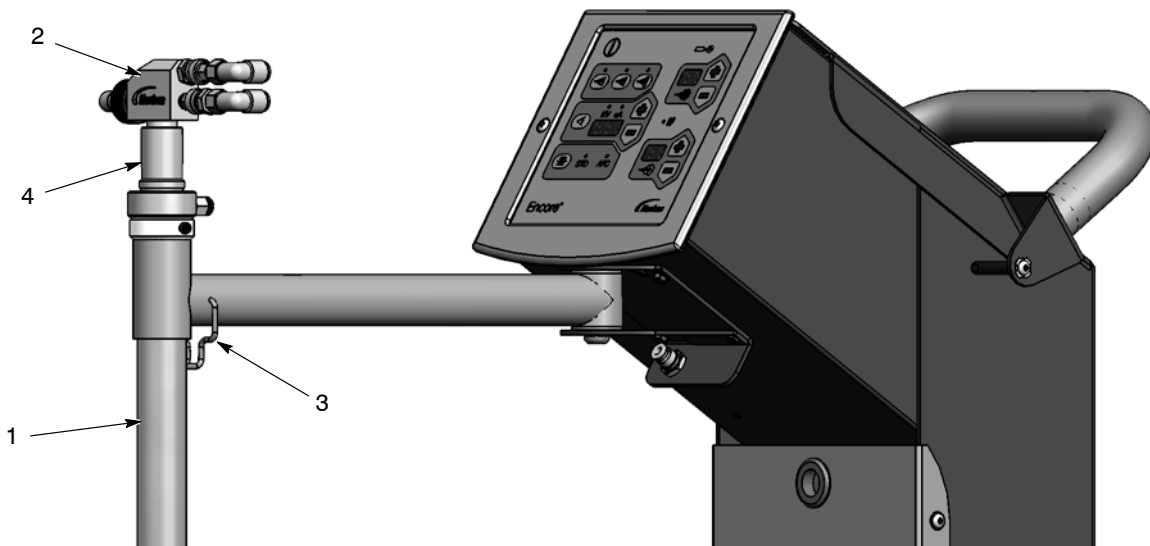

Рис. 3-7 Монтаж всасывающей трубки и насоса распылителя Encore LT
4. См. рис. 3-7. Отвести скобу трубки в сторону и установить всасывающую трубку (1) в штанге.
5. Установить насос (3) на крепление (2) легким вращательным движением.